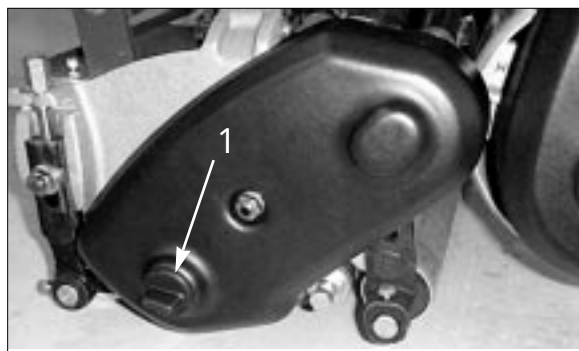

図 52
1. リール・アセンブリの左側にあるプラグ (図52) を外す。